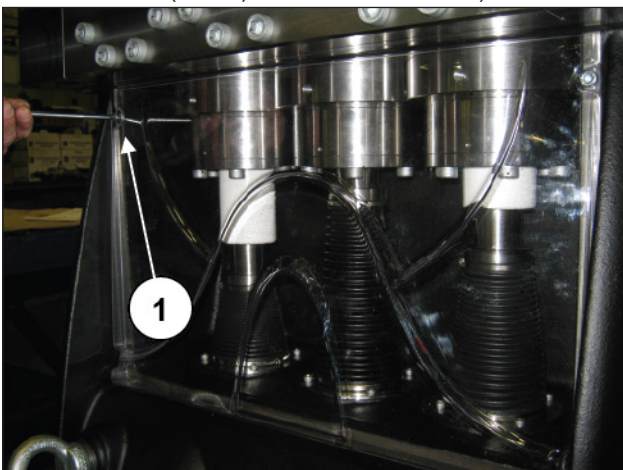
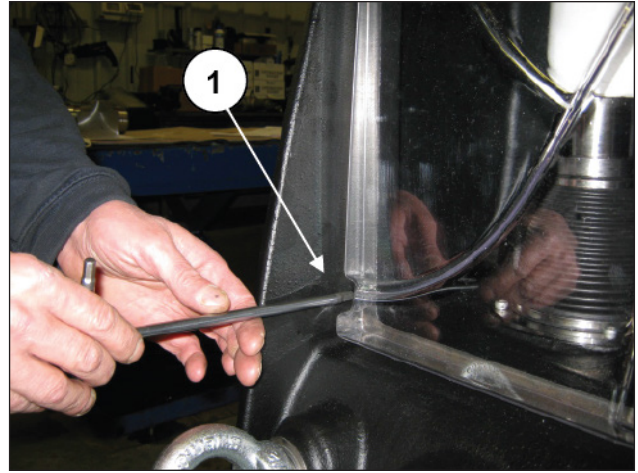

Abb. 200
Abb. 201
Verfahren Sie zur Abnahme der Kolbenbaugruppen wie folgt: Um Zugang zur Kolbengruppe zu erlangen, müssen die 4 Schrauben M6 gelöst und der obere Inspektionsdeckel entfernt werden (Pos. ①, Abb. 200 und Abb. 201).